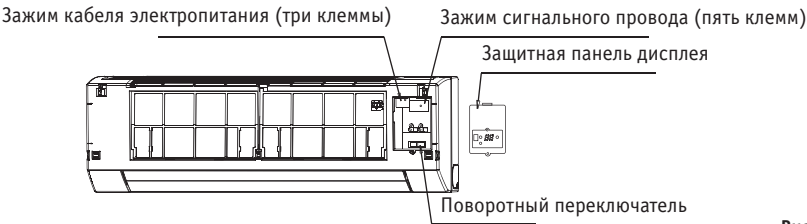

Рис. 6-2
2. Отдельно подключите кабель силового питания и сигнальный кабель, отрегулируйте поворотный переключатель. (см. рис. 6-2).